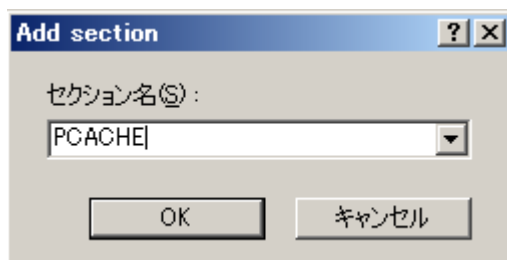

図5.3.13 セクション設定⑥
- (5) [Add section]ダイアログボックスが開きます。図5.3.13に示すように「セクション名 (S)」に"PCACHE"と入力し、"OK"ボタンをクリックします。